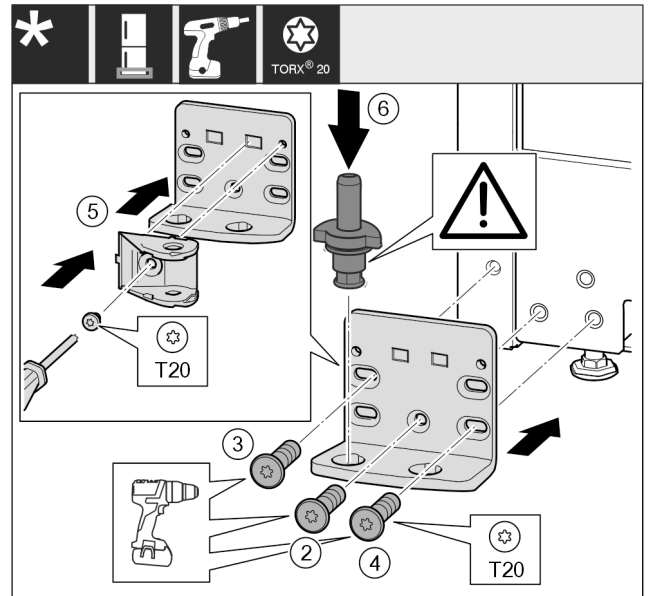

Fig. 21 *
- Placer le support de palier de l'autre côté et le visser avec un tournevis. Commencer par la vis Fig. 21 (2) en bas au milieu.*
- Serrer la vis Fig. 21 (3) et la vis Fig. 21 (4).*